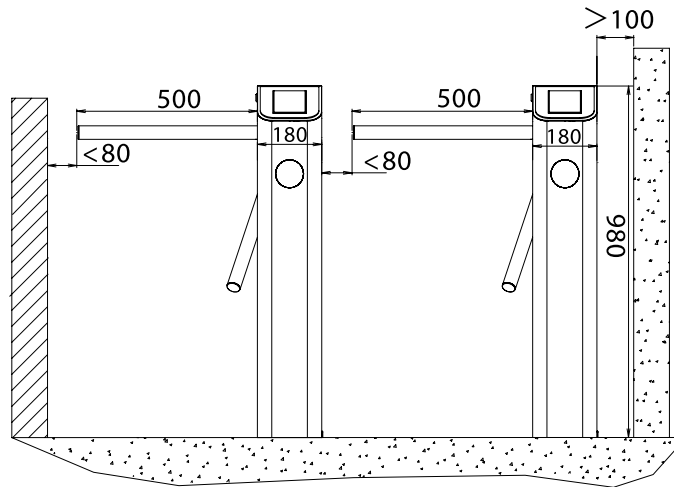

Figura 3-1
El equipo deberá ser instalado en piso de concreto asegurando que los taquetes de expansión estén seguros y firmes. Se sugiere instalar un marco o valla para formar un pasillo para los usuarios como se muestra en la figura 3-1.
2. El espacio al final del brazo no debera ser mayor de 80 mm (vea la figura 3-1).